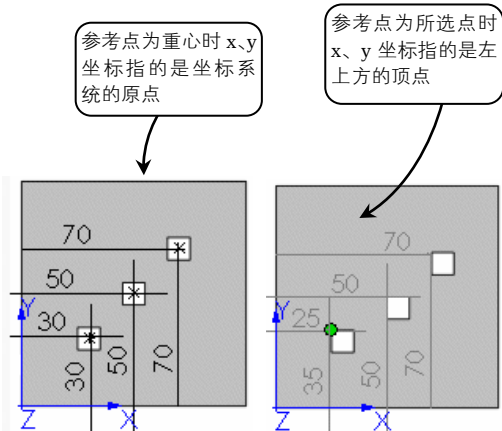

图 5-152 所选点与重心的区别
- 重心：将参考点设定到源特征的重心，它们之间的区别如图 5-152 所示。